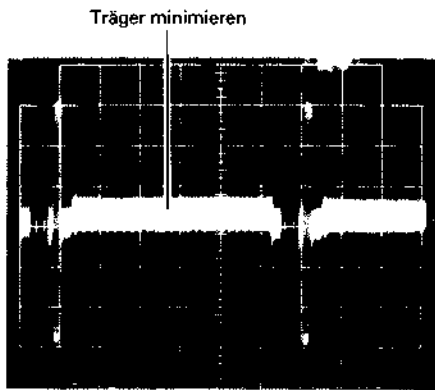

Abb. 4.16 Rot/Blau/Grün-Einstellung
4. Den GREEN SETUP Regler (RM1101-3) einstellen, um die Trägerfrequenz in der Wellenform zu minimieren (siehe Abb. 4.16).